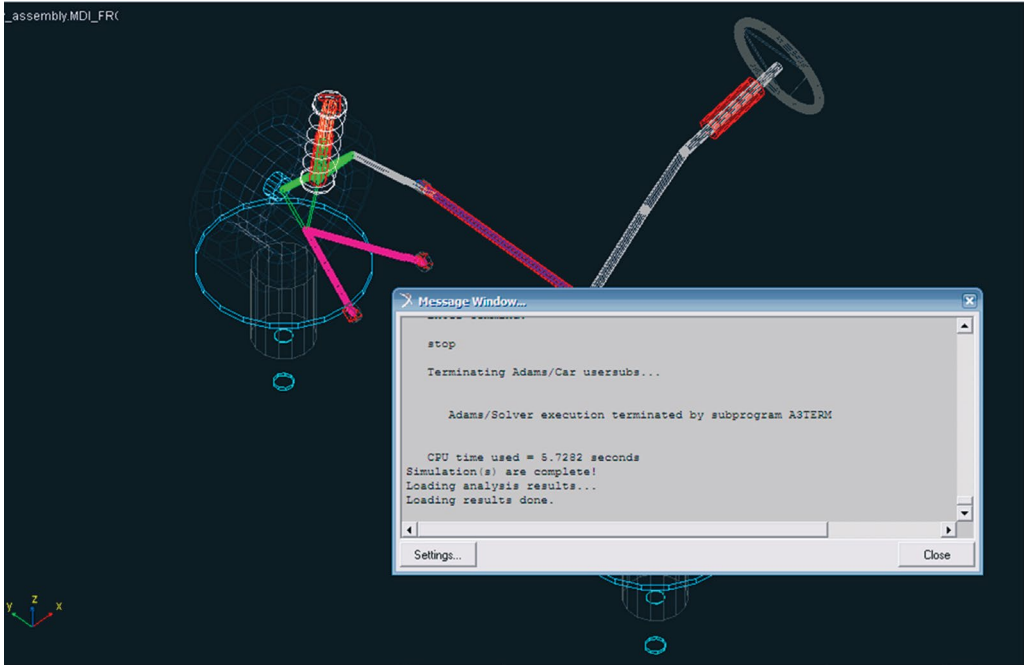

Figura 4.143 – Simulação realizada.
- A Figura 4.143 ilustra a condição da simulação realizada.